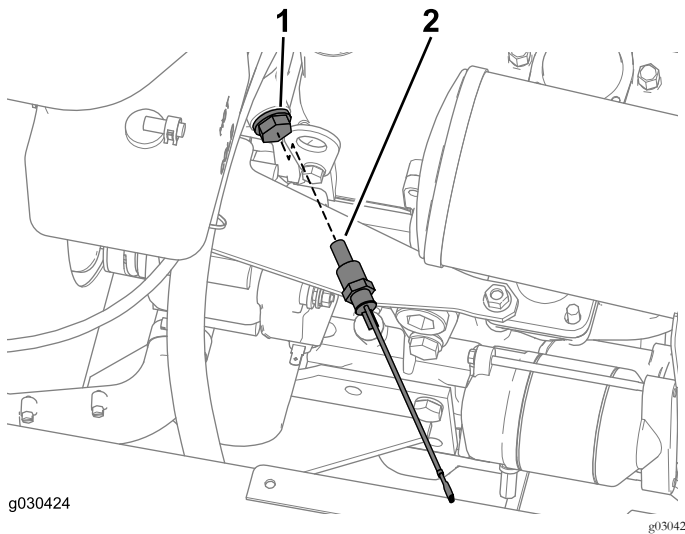

Figure 45
- Localisez et retirez le bouchon du moteur montré à la Figure 45.